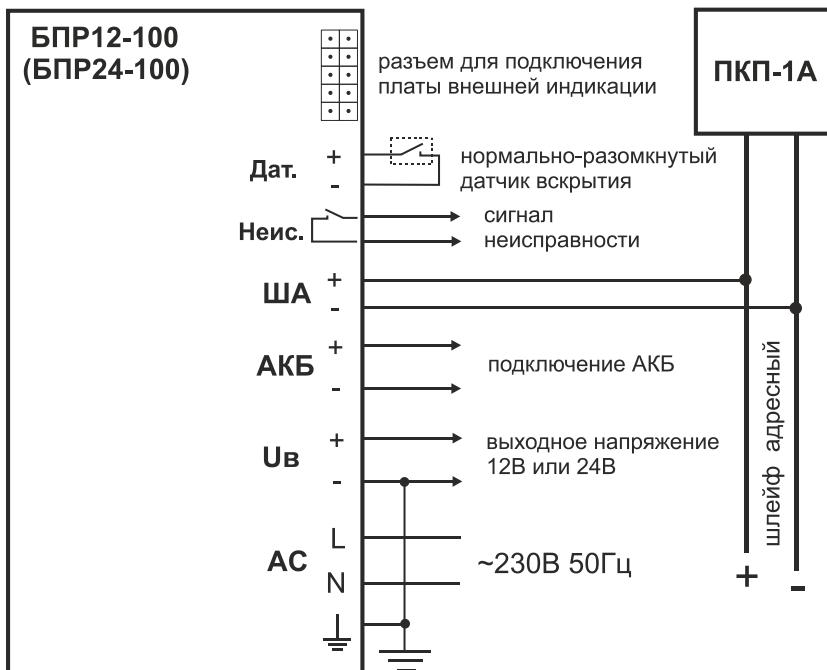

Рис.4 Схема подключения
- Подключение БПР к прибору ДОЗОР-1А приведено на рис. 4.